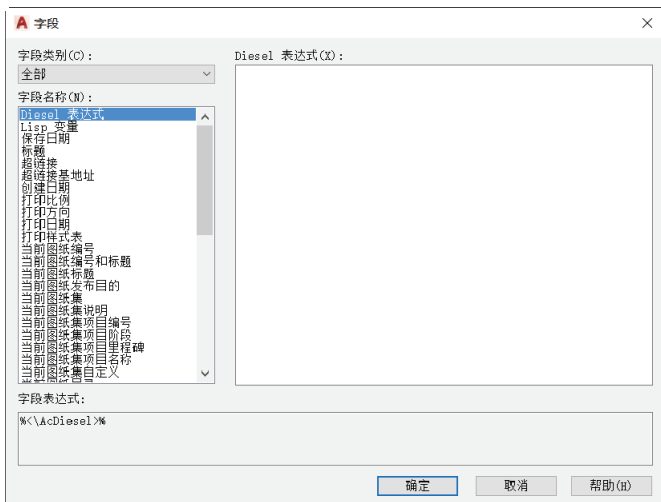

图 9-11 “字段”对话框
- “默认”文本框：指定默认属性值。对于非“多行”属性模式，可单击“字段”按钮以打开图 9-11 所示的“字段”对话框，接着在其中插入一个字段作为属性的全部或部分的值。